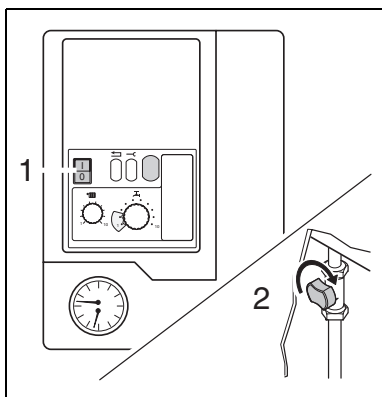

Fig. 3 Interruttore di rete, rubinetto di intercettazione del gas
- Porre l'interruttore di rete (fig. 3, pos. 1) sulla posizione "0".
- Chiudere il rubinetto di intercettazione del gas ruotandolo a destra (fig. 3, pos. 2).